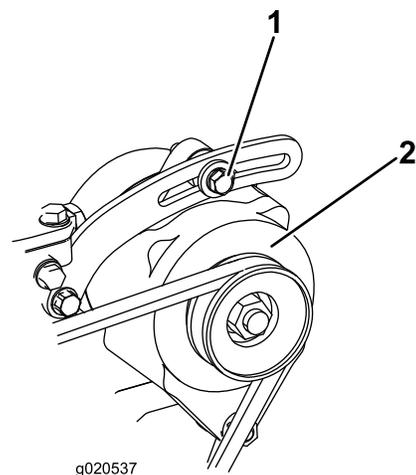

Bild 81
1. Lockern Sie die Befestigungsschrauben der Lichtmaschine (Bild 81).